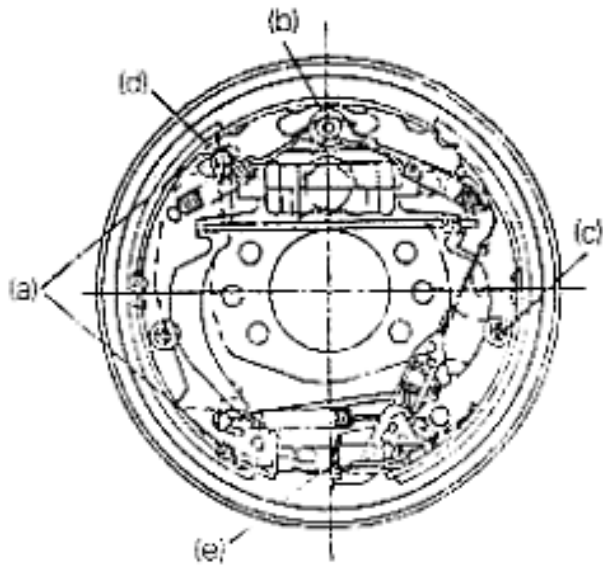

Рис. 6-19 Вилочный погрузчик грузоподъемностью 1,8-3,5 т
(4) Добавьте смазку на основе кальция №2 в соответствующие емкости для смазки а, b, с, d, как показано на рис. 6-19, и следите за тем, чтобы смазка не прилипла к тормозной колодке.